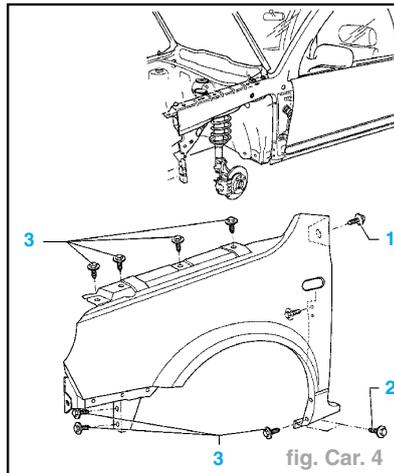

fig. Car. 4
- Dévisser la vis de fixation arrière (1) entre l'aile et la porte (fig. Car. 4).
- Débarrasser la vis de fixation (2) du produit de protection de soubassement et la dévisser.
- Dévisser les autres vis de fixation (3).